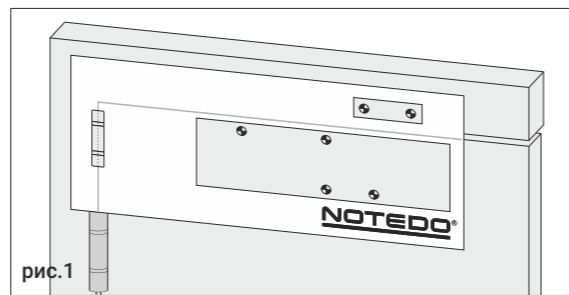

рис.1
4. Сделайте разметку по шаблону согласно выбранному варианту установки. Проверьте размеры рулеткой на соответствие указанным в настоящей инструкции, рис. 1.